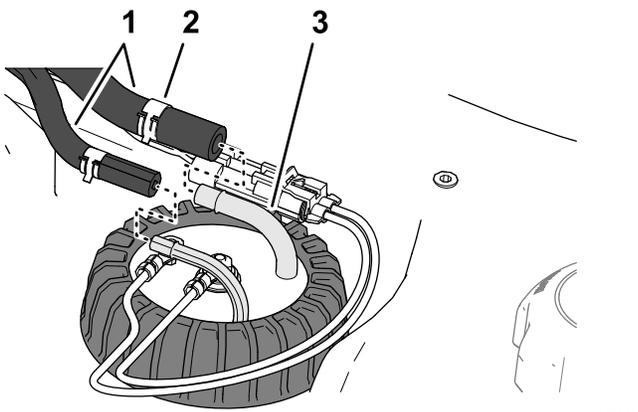

图 88
4. 将固定软管的夹子移动到燃油发送器内侧的接头上，然后从接头上拆下软管（图 88）。